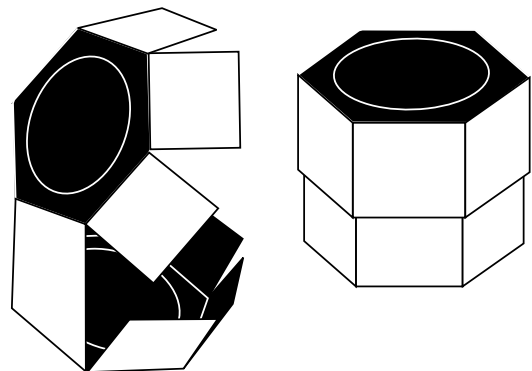

Abb. 5
Schritt 11 Entfernen Sie die beiden runden Ausschnitte aus der Innenverstärkung 1 des Haupttubus [C3, Bogen 5] und falzen Sie alle Laschen nach vorne. Kleben Sie die fünf ganz schwarzen Laschen mit ihren Rückseiten so auf die grauen Klebeflächen der anderen fünf Laschen, dass ein kleiner sechskantiger Block entsteht (s. Abb. 5). Seine Innenfläche und die beiden Sechsecke außen sind schwarz. Verfahren Sie dann mit der Innenverstärkung 2 des Haupttubus [C4, Bogen 5] ebenso. Gut trocknen lassen.